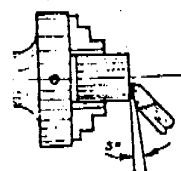

Figura 6
2. La arista de corte de la herramienta debe quedar en ángulo con la cara del material (Figura 6).